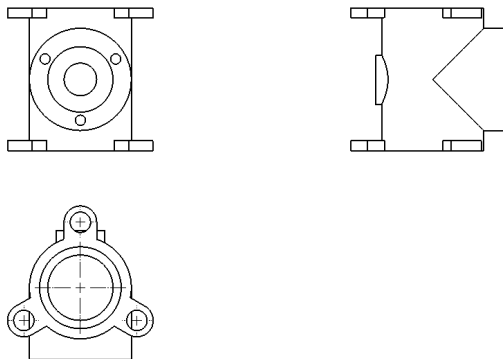

图 11-30 打开工程图文件
(1) 单击常用工具栏中的【打开】按钮，打开一幅工程图文件，如图 11-30 所示。